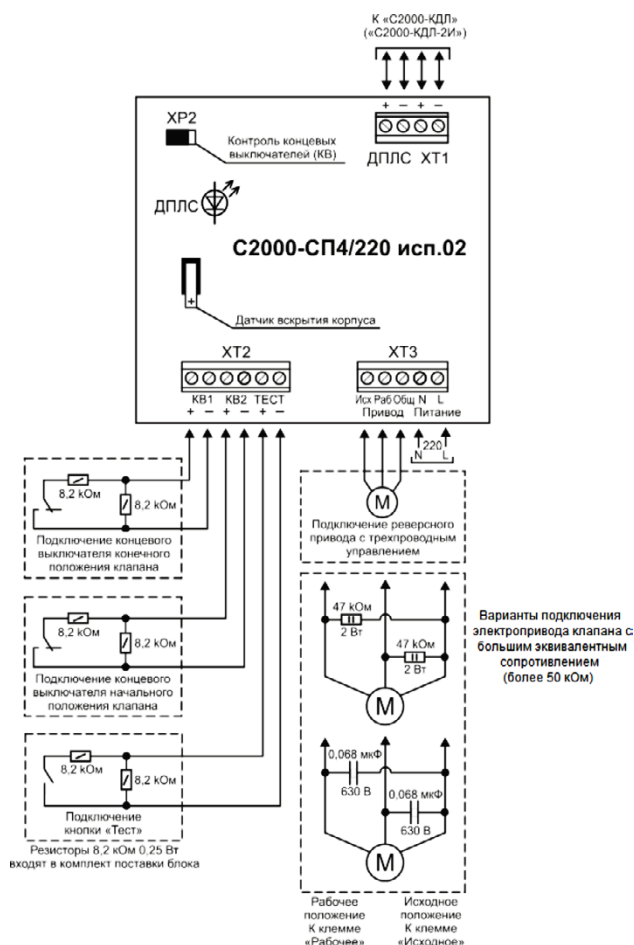

Рисунок 14. Схема внешних соединений блока C2000-СП4/220 исп.02
2.2. Подключение соединительных линий производите в соответствии с проектной документацией и схемой на Рисунок 14.